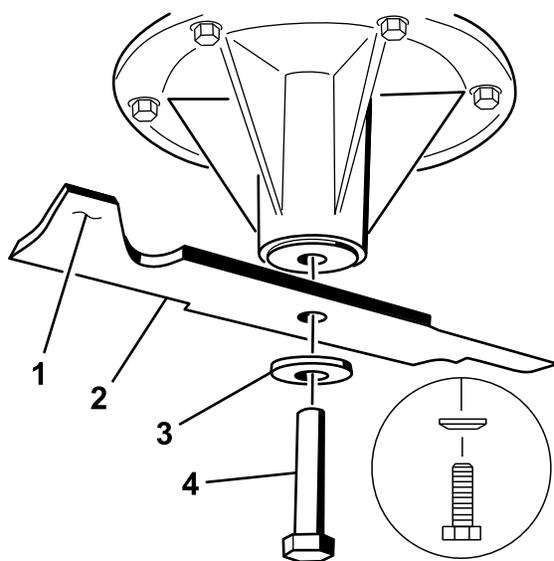

図 79
2. スピンドルのシャフトからブレードボルト、湾曲ワッシャ、ブレードを取り外す(図79)。